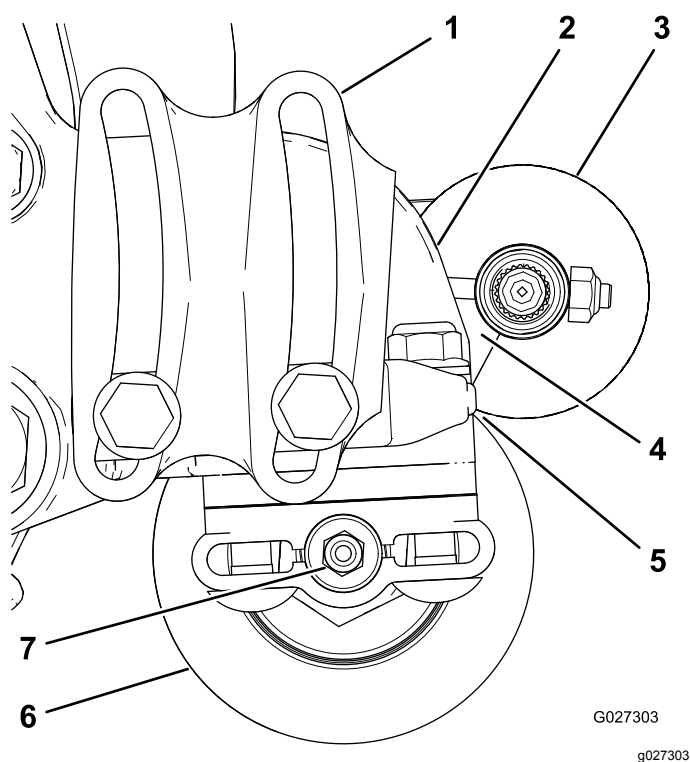

Figura 12
2. Coloque el cepillo del rodillo de manera que apenas toque o descansa sobre el rodillo trasero (Figura 12).